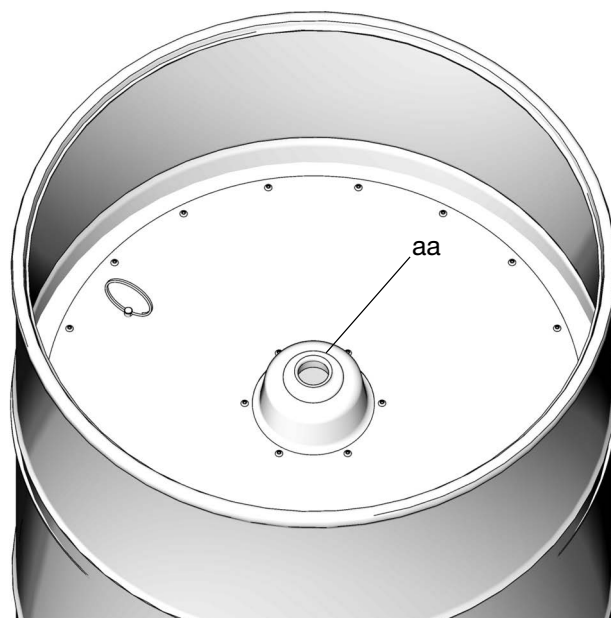

Рис. 27
6. Поместите прижимную пластину (15) на поверхность свежей консистентной смазки (Рис. 27).
7. Удалите воздух. Для этого нажимайте на прижимную пластину до тех пор, пока поверхность консистентной смазки не окажется на одном уровне с отверстием, расположенным в центре прижимной пластины (aa) (Рис. 27).